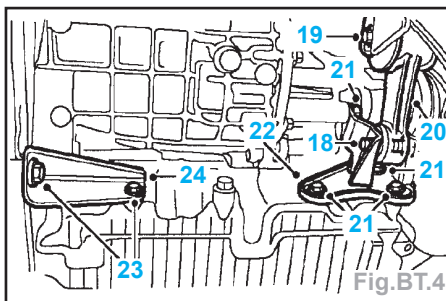

Fig.BT.4
- Enlever le boulon (18) maintenant le tirant inférieur du moteur sur le support du carter d'huile (Fig.BT.4).